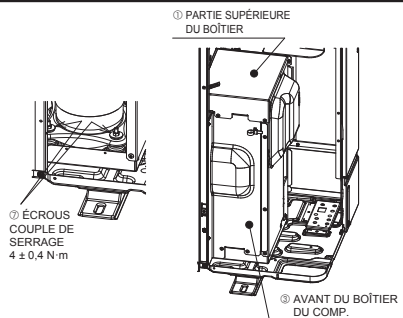

Fig. 4-2
- Après avoir ôté les pièces du COMP. fixées, veuillez à serrer les écrous et remettez en place la PARTIE SUPÉRIEURE DU BOÎTIER DU COMP. et l'AVANT DU BOÎTIER DU COMP. dans leur position d'origine. (Fig. 4-2)